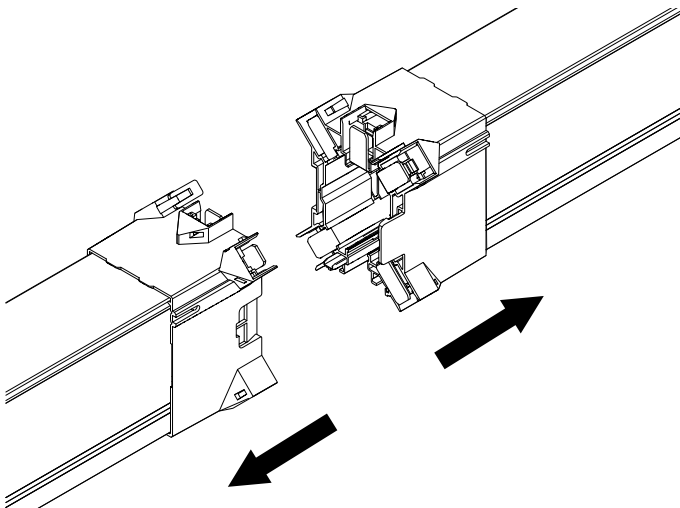

Abb. 130: Schleifleitungen auseinanderschieben
- Schleifleitungen auseinanderschieben (siehe Abb. 130)